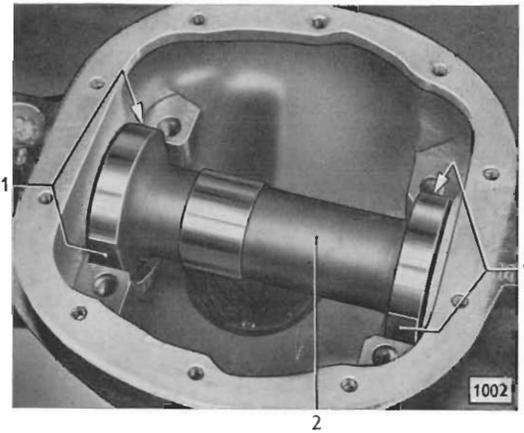
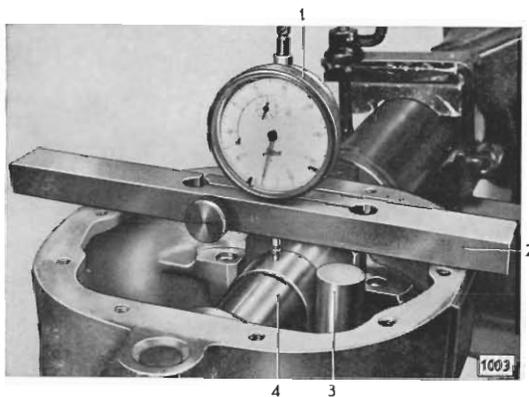

Bild 78 - Meßdorn von S-1203 in Hinterachsgehäuse eingesetzt
Bild 79 - Antriebkegelrad-Höhenkontrolllehre in Hinterachsgehäuse eingesetzt
9. Antriebkegelrad-Höhenkontrollehre, bestehend aus Meßschiene (79/2) von S-1063, Meßuhr S-9 (79/1) sowie Kaliber- und Meßdorn (79/3 und /4) von S-1203, in Hinterachsgehäuse einsetzen (Bild 79). Dabei Meßdorn (78/2) so in Lageraufnahmen im Hinterachsgehäuse einsetzen, daß die seitlichen Abflachungen (78/1) des Dornes senkrecht stehen (Bild 78). Hierdurch ist es nicht mehr erforderlich, den Dorn mit den Lagerdeckeln festzuziehen.